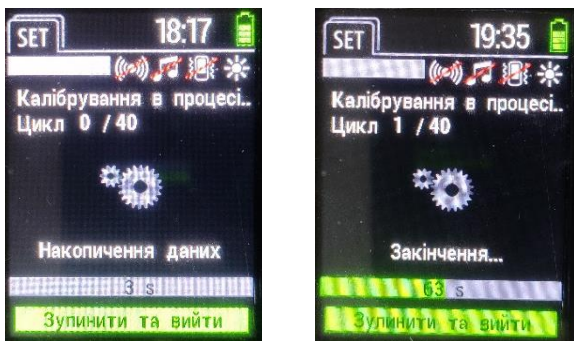

Рисунок 32 – Режим «Калібрування по енергії»
2.3.3.8.1 Для увімкнення процесу калібрування потрібно в режимі налаштувань обрати пункт «Калібрування по енергії». На екрані дисплею з'явиться напис «**Калібрування в процесі**», лічильник циклів та смужка стану накопичення даних (рис. 32). Після цього помістіть прилад у його транспортний кейс в штатний ложемент та очікуйте результату проведення калібрування. Коли напис «**Накопичення даних**» зміниться на «**Закінчення...**» - це свідчить про останній цикл калібрування приладу (рис. 32.1).